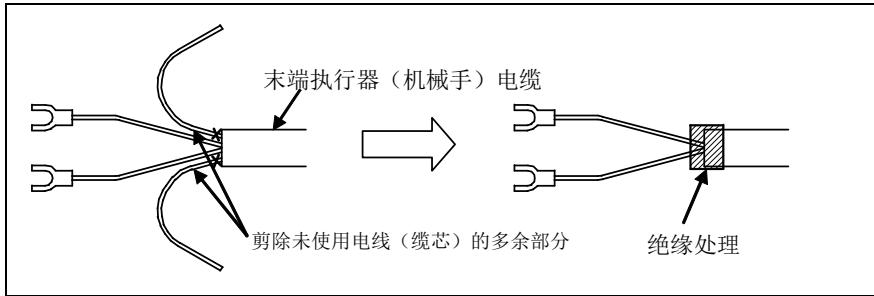

图5(a) 末端执行器(机械手)电缆的处理方法
- 请剪除末端执行器(机械手)电缆的未使用电线(缆芯)的多余部分并进行绝缘处理。如缠绕醋酸布胶带等。(见图5(a))